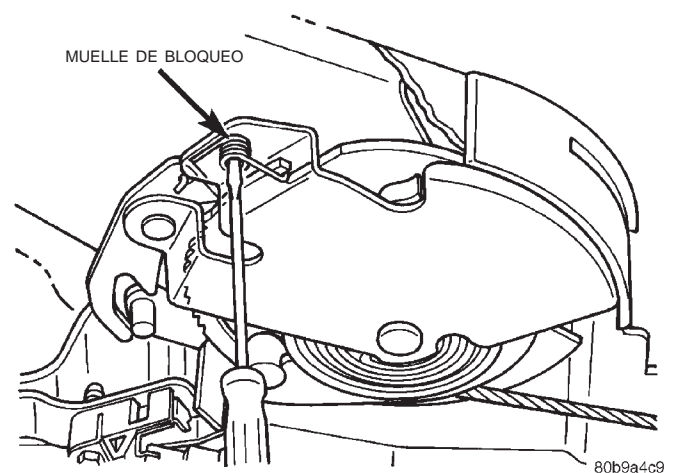

Fig. 53 Muelle de bloqueo
- (4) Haga que un ayudante haga palanca hacia abajo en el muelle de desbloqueo a través del orificio en el lateral de la palanca del freno de estacionamiento (Fig. 53) empleando un destornillador pequeño. A continuación, afloje lentamente el cable delantero.